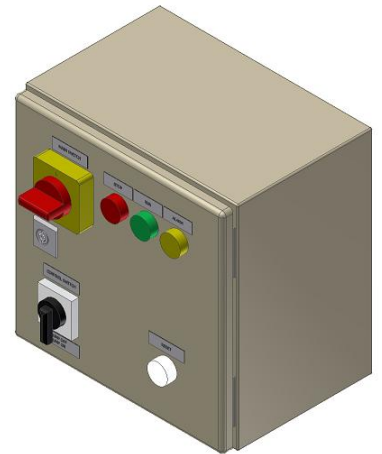

图 2.2-7
- 泵电源开关 [在图 2.2-7 中的黑白部分]，有位置“0” [零] 和“1”。断路器的触点控制连接到换热泵(PU11)的电源。泵可以通过将开关旋至“1”位置起动，“0”位置停止。
- LS11 泄漏传感器复位开关 [在图 2.2-7 中的白色部分] 复位泄漏报警。要复位报警，必须首先除去在 HX-单元泄漏板传感器上的液体。